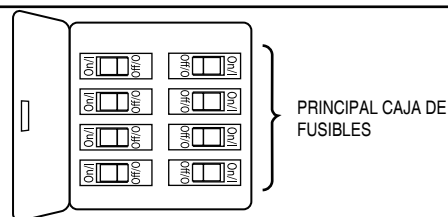

Figura 1
Para evitar una posible descarga eléctrica, asegúrese de cortar la alimentación eléctrica de la caja de fusibles principal antes de colgar el ventilador. (Figura 1)
1. Extraiga una de los tornillos de hombro en el soporte del gancho. Afloje el segundo tornillo de hombro sin extraiga completamente. Instale la cubierta rotando la ranura clave en la cubierta sobre el tornillo de hombro del soporte del gancho. Fije el tornillo de hombro. Instale adecuadamente y fije el segundo tornillo de hombro que fue anteriormente guardado. (Figura 1)